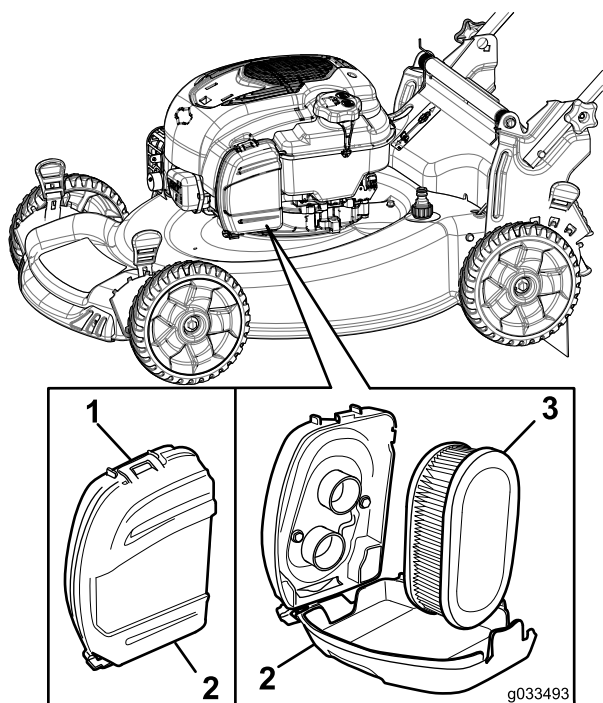

Figure 32
1. Déclipsez le haut du couvercle du filtre à air (Figure 32).
2. Retirez le filtre à air (Figure 32).